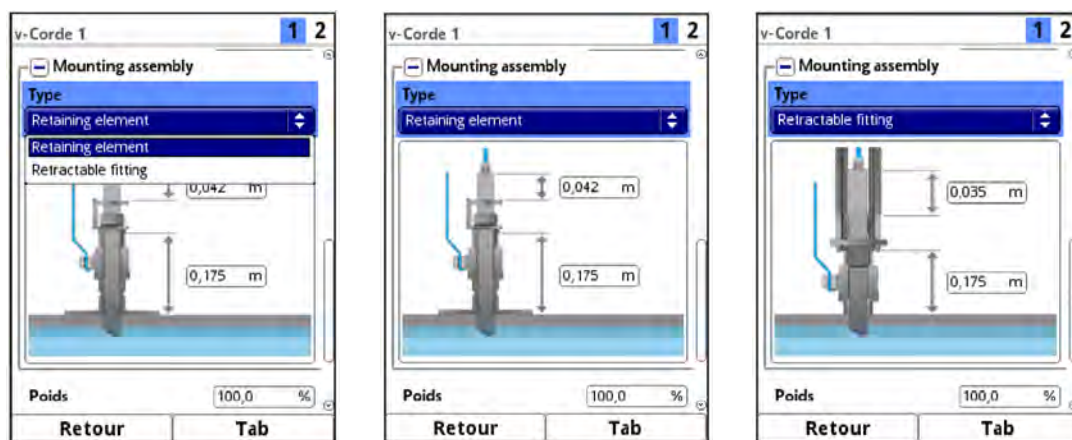

Fig. 34-15 Élément de fixation et armature de dégagement pour le capteur de type NIS-V200R
- Élément de fixation (Fig. 34-15 illustration 2) ou
- Armature de dégagement (Fig. 34-15 illustration 3)